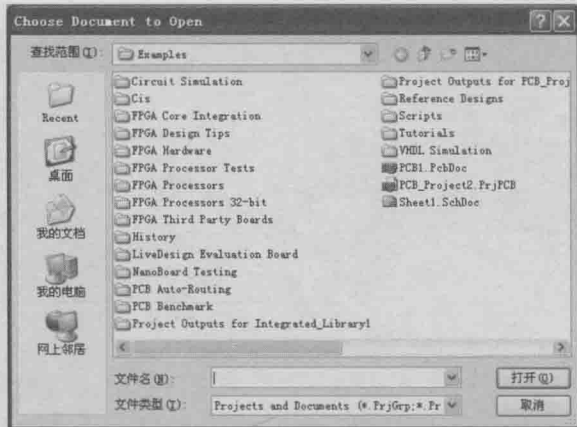

图 1-11 Choose Document to Open 对话框
(4) 【打开任何项目或文档】：打开一项设计项目或者设计文档。单击该选项，将弹出如图 1-11 所示的 Choose Document to Open 对话框。
(5) Most Recent Project：列出最近使用过的项目名称。
(6) Most Recent Document：列出最近使用过的设计文件名称。
(7) Open DXP Online help：在线帮助。
(8) DXP Help Advisor：DXP 帮助指南。